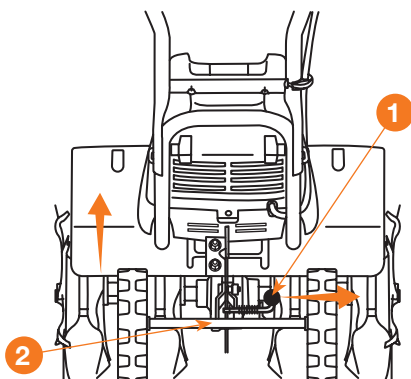

Рис. 20
- Для перевода колес из транспортировочного режима в рабочий, вытяните рычаг стопора **1** и поднимите колесную раму **2** в верхнее положение, зафиксируйте ее, задвинув рычаг **1** обратно (Рис. 20).